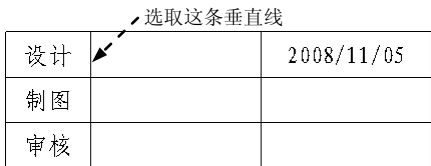

图 6.3.19 选择插入列的位置
Step4. 系统提示 在表中拾取要插入列的位置，在表中选取图 6.3.19 所示的垂直线，在所选垂直线为边界的两列之间插入一个新列，插入列结果如图 6.3.20 所示。